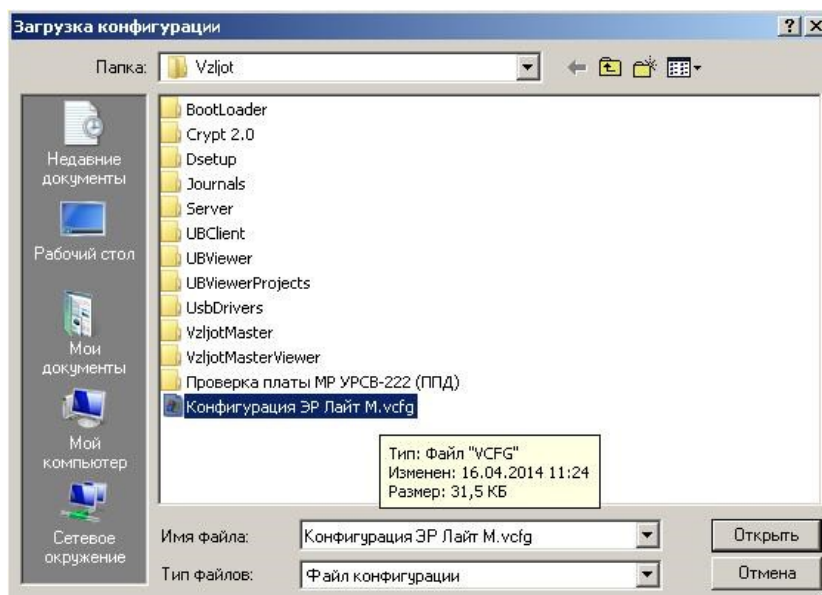

Рис.28. Окно «Загрузка конфигурации»
- в программе «Универсальный просмотрщик» выбрать пункт «**Проект**» / «**Конфигурация**» / «**Загрузить конфигурацию**» и выбрать файл конфигурации для загрузки (рис.28).